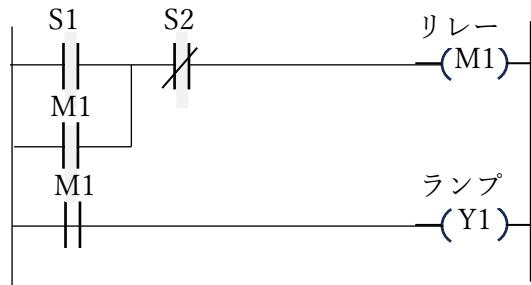

図 6-9 ラダーシーケンス図の例 (ランプ回路)
- 図6-9のように制御対象の機器を、梯子の横棒に見立てた線でつなぐことでプログラムを構築します。
- 主な図記号を表6-8に、ランプ点灯回路の例を図6-9に示します。